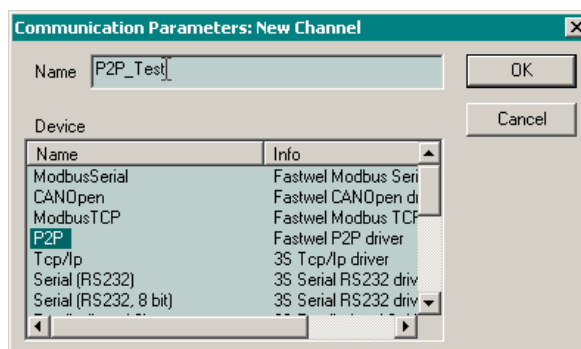
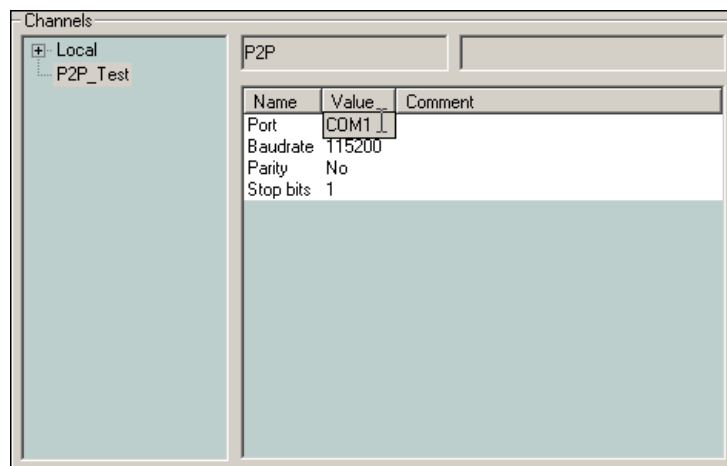

Рис. 16. Создание канала с использованием драйвера Fastwel P2P driver
Рис. 17. Настройка параметров канала
4. Для создания логического информационного канала через последовательный порт нажмите кнопку **New** и в появившейся диалоговой панели введите имя создаваемого канала, а в списке **Device** выберите строку *P2P: Fastwel P2P driver*, как показано на рис. 16, введите имя канала в поле **Name** и закройте диалоговую панель нажатием кнопки **OK**. В древовидном списке **Channels** диалоговой панели **Communication Parameters** появится элемент, соответствующий созданному каналу, а в таблице параметров канала справа – параметры созданного канала, как показано на рис. 17.